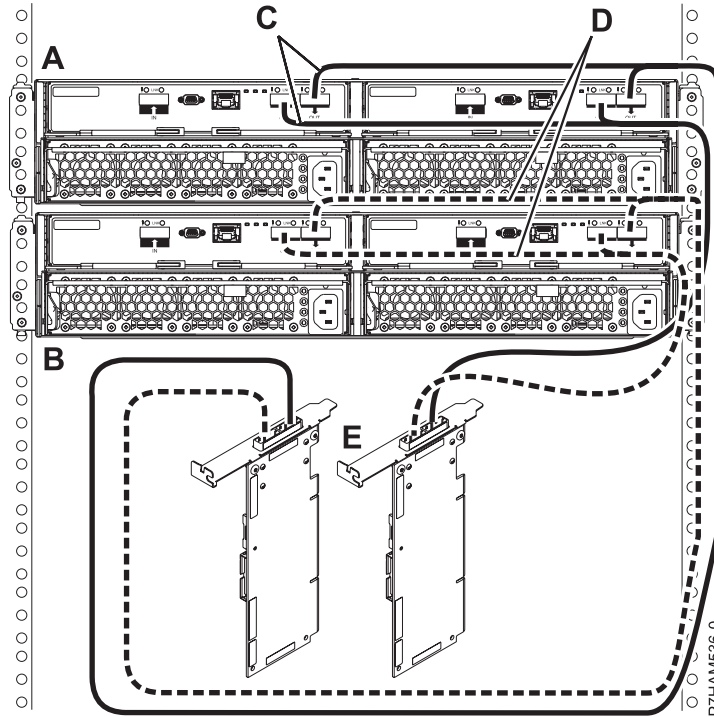

Figure 38. Mode 1 de connexion de deux boîtiers d'unité de disque 58/87 via des câbles YO à une paire d'adaptateurs SAS
12. Effectuez la connexion de mode 1 de deux boîtiers d'unité de disque 58/87 (A et B) via des câbles YO (C et D) vers une paire d'adaptateurs SAS (E), comme illustré dans la figure 38, à la page 76.